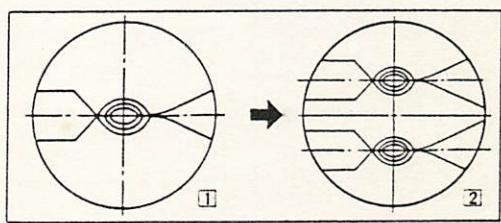

図6
- 10) ソケットスリープクランプねじを緩め、ランプ左右心出しねじとランプ上下心出し環を操作して、アーク像を開口絞り面の中心に持ってきます。(図6-①)
- 12) バックミラー心出しねじでアーク像とミラー像を対称位置になるように調節します。(図6-②)